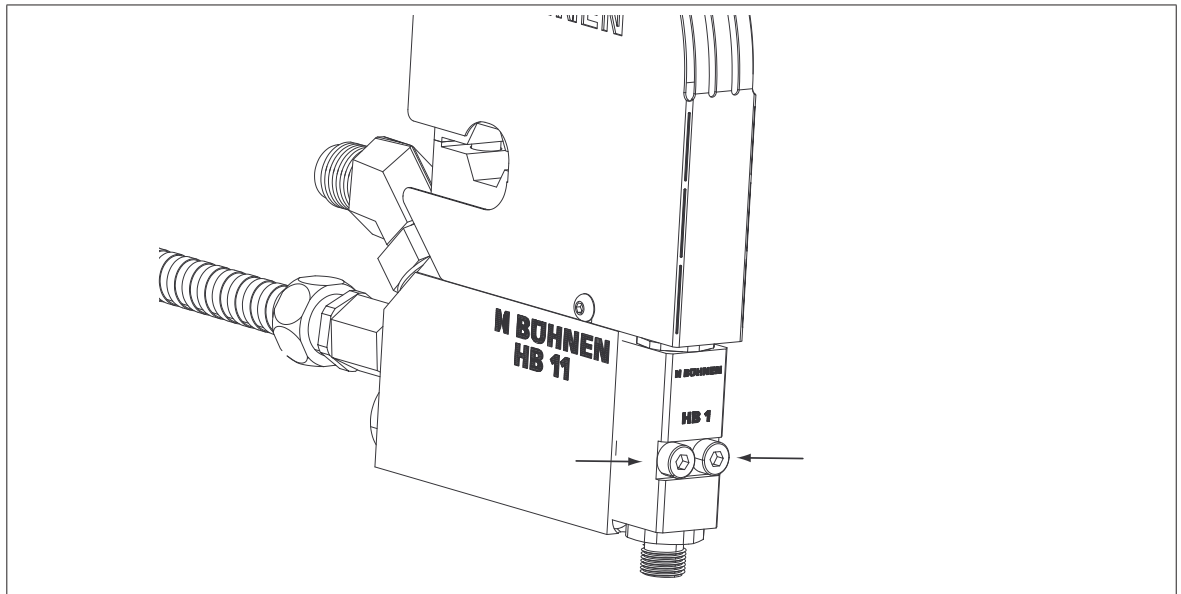

Bild 4: Austausch des Moduls HB 1
3. Die in *Bild 4* gezeigten Schrauben (M4) mit einem Inbus-Schlüssel (3 mm) lösen.